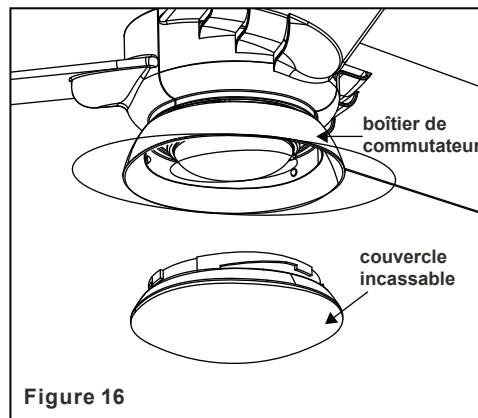

Figure 16
**Étape 3 :** Fixez le couvercle incassable au boîtier du commutateur en le tournant dans le sens horaire. Ne serrez pas de façon excessive (Fig. 16).